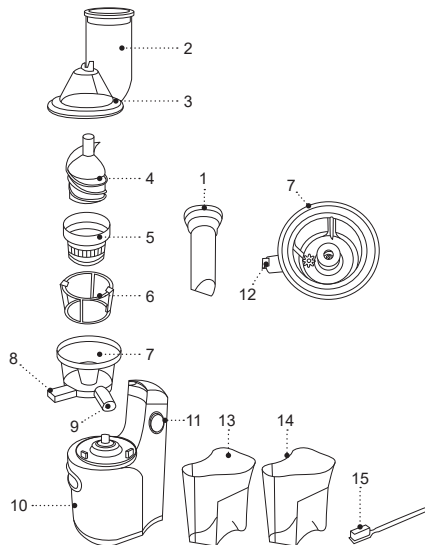

Рис. 1
- Перед сборкой соковыжималки, убедитесь, что силиконовый уплотнитель (12), расположенный внутри рабочей чаши (7), установлен на место (рис. 1).